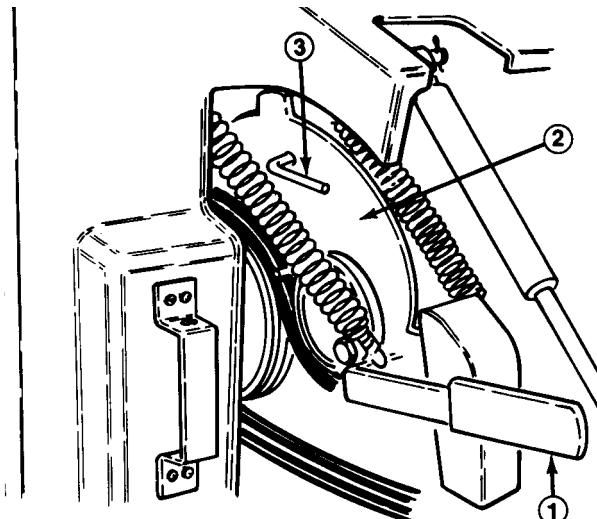

Bild 17
- C. Solange auf den Übersteuerungshebel (Bild 17) drücken, bis die Löcher im Hebelprofil mit denen im Zinkenkopfprofil abgestimmt sind, dann den Stift durch die Löcher stecken.
- Solange auf den Übersteuerungshebel (Bild 17) drücken, bis die Löcher im Hebelprofil mit denen im Zinkenkopfprofil abgestimmt sind, dann den Stift durch die Löcher stecken.